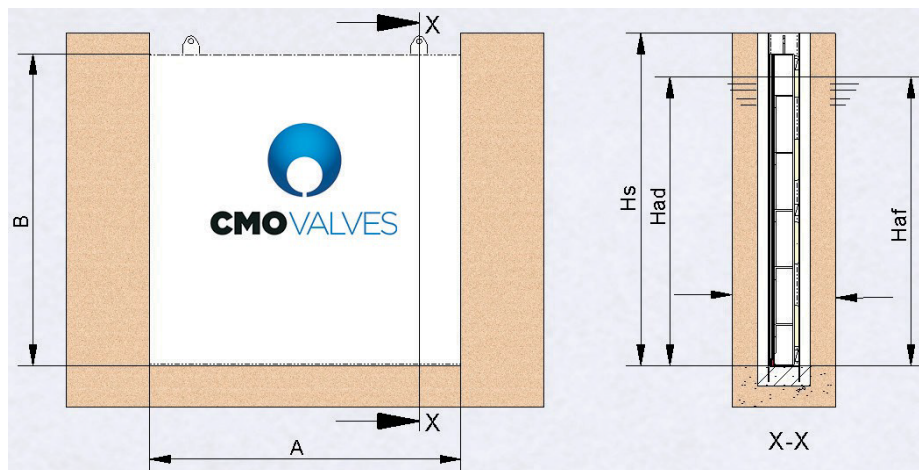
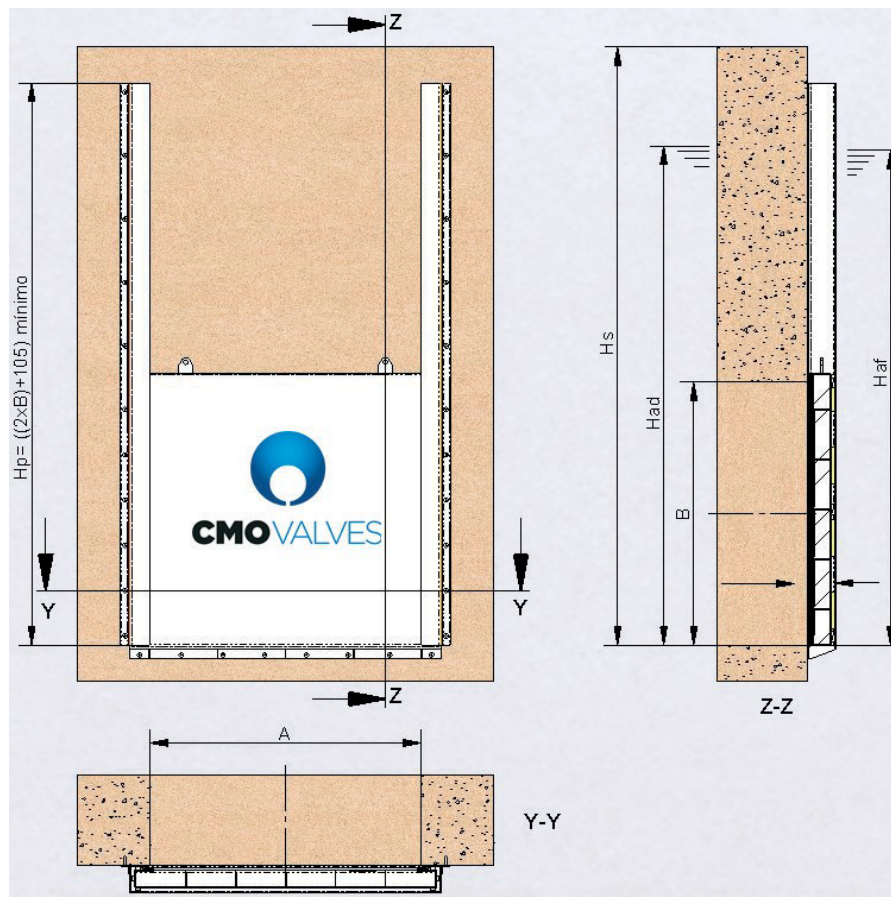

Рис. 11
Рис. 12
Для того, щоб розрахувати затвор серії АТ, нам потрібно знати ширину і висоту каналу або трубопроводу, напрямок руху рідини і навантаження на кожну сторону затвора. Також необхідно знати висоту підлоги (H_s) і чи буде це 3-стороннє ущільнення (рис. 11) або 4-стороннє ущільнення (рис. 12).
Нижче наведено опис кожного позначення (рис. 11 і 12).
- **Рівень А:** Використовується для зменшення ширини каналу (рис. 11) або трубопроводу (рис. 12).
- **Рівень В:** використовується для регулювання висоти воріт (рис. 11) або каналу (рис. 12).